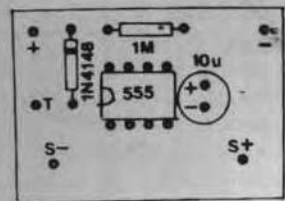

Fig. 3
- FIG. 3 - CHAPEADO DA MONTAGEM - O diagrama agora detalha a parte da montagem que o verdadeiro hobbysta mais gosta: a colocação e soldagem dos componentes... Com a plaquinha vista pela face não cobreada, quase a totalidade das peças (menos o sinalizador piezo...) está claramente visível, codificada e estilizada, de modo que apenas um deficiente visual poderia se *atrapalhar* (isso *sem ofensa* alguma às pessoas cegas, pois existem *exímios* montadores de eletrônica, portadores de deficiência visual absoluta, trabalhando em muitas das fábricas de aparelhos, e *dando banho* em muito *nêgo* que enxerga perfeitamente...!). Basta seguir as indicações, garantindo que o integrado fique com sua extremidade marcada voltada para a posição ocupada pelo diodo 1N4148, este com sua extremidade desta-